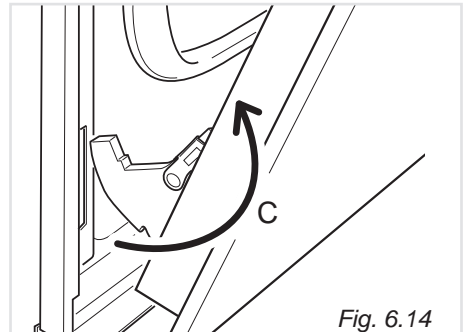

Fig. 6.14
- Trekk ovnsdøren av som vist på "C" (Fig. 6.14).